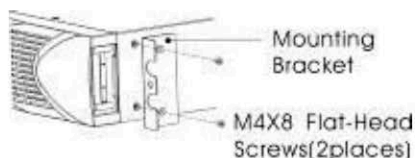

Рис. 3 Установка монтажных кронштейнов
- i) Совместите монтажные кронштейны с отверстиями для винтов на каждой стороне ИБП и закрепите с помощью потайных винтов М4×8 (см. рис. 3)